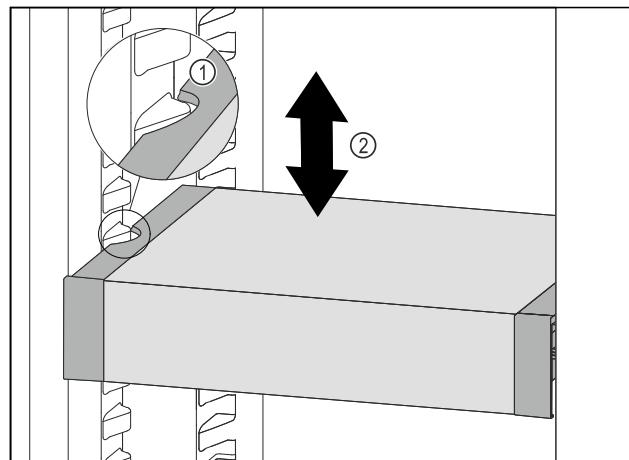

Fig. 83
- Изтеглете VarioSafe напред, докато страничните прорези на VarioSafe се намират на височината на реброто на съда в хладилната част. *Fig. 83 (1)*
- Преместете VarioSafe нагоре или надолу в хладилната част, докато се достигне желаната височина. *Fig. 83 (2)*